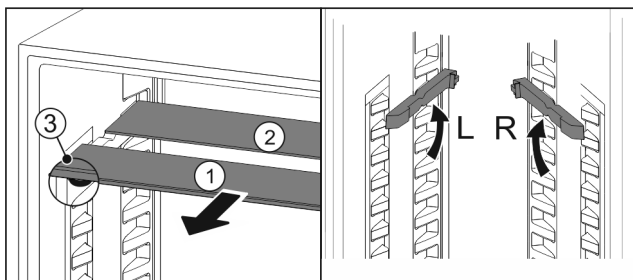

Fig. 60
- Wyciągnąć Fig. 60 (1) pojedynczo półki szklane do przodu.
- ▷ Płyta szklana Fig. 60 (1) z listwą ozdobną znajduje się z przodu.
- ▷ Stopery Fig. 60 (3) wskazują w dół.